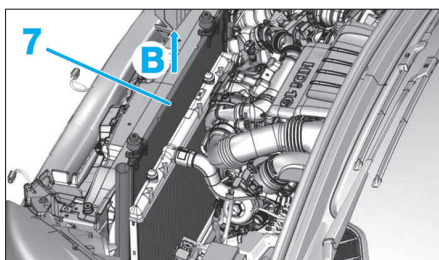

Fig. 8
- Déposer le condenseur (7) selon la flèche (B) (Fig.8).